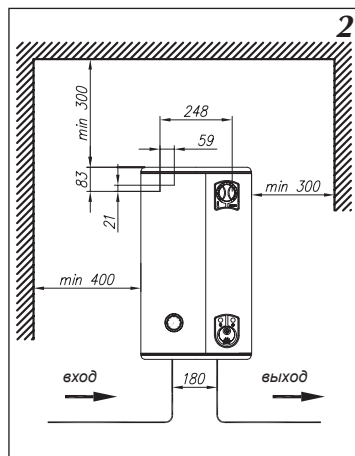

Рис.3 Подключение к электрической проводке
5. Подключить котел к электрической проводке (рисунок 3 и рисунок 10 или 11).